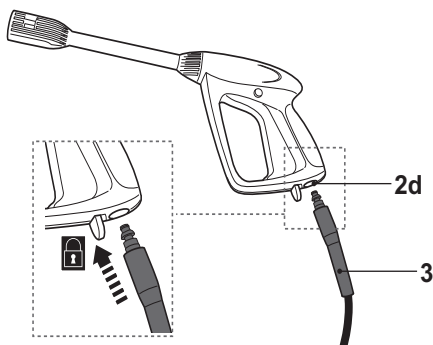
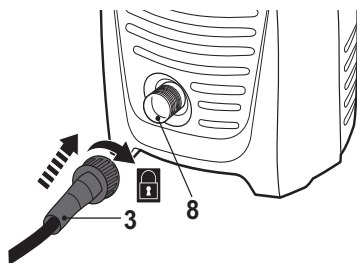

Fig. 3
Fig. 4
- > Inserte el conector de la manguera de alta presión (3) en su correspondiente toma de conexión (2d) presente en la pistola. Asegúrese de que su conector rápido queda firmemente encajado en su sitio (Fig. 3).
- > Retire el tapón (8a) de la salida de agua (8).
- > Rosque el racor de la manguera de alta presión (3) a la salida de agua (8), girándolo en el sentido de las agujas del reloj. Asegúrese de apretar firmemente el racor (Fig. 4).